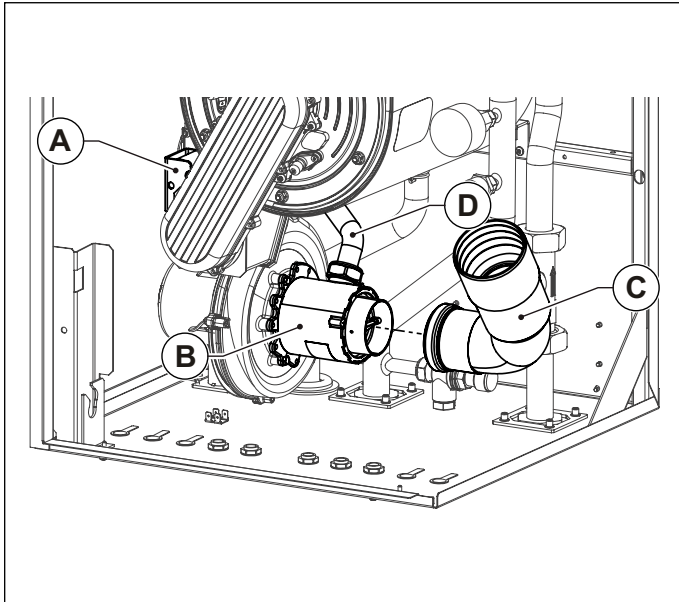

Fig. 38 Marmitta di aspirazione
- Rimuovere la marmitta di aspirazione **C** sfilandola dal miscelatore (solo KR 85) (vedi Fig. 38 Marmitta di aspirazione).
- Scollegare il tubo gas **D** dal miscelatore **B** (vedi Fig. 38 Marmitta di aspirazione).
- Collegare il tubo del gas **D** al miscelatore (vedi Fig. 38 Marmitta di aspirazione).